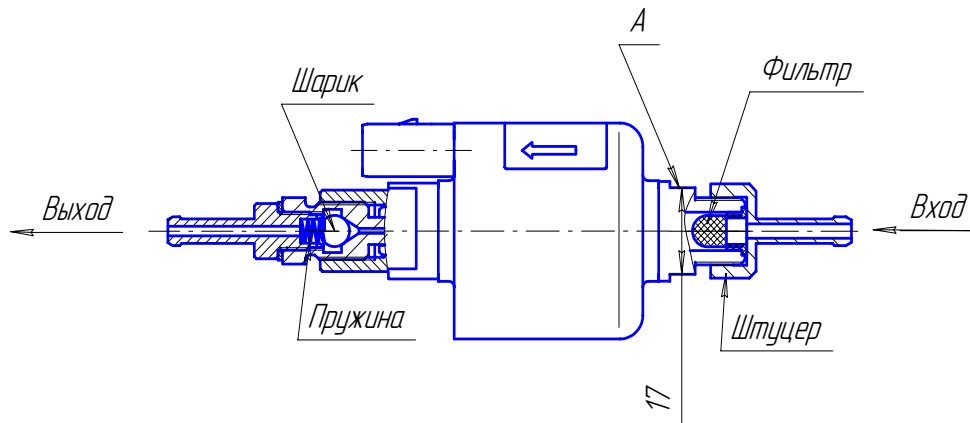

Рис.10.1 – Топливный насос
- 1) демонтировать топливный насос с автомобиля. Зафиксировав ключом (ключ на 17 мм) от поворота за поверхность А, отвернуть штуцер и снять фильтр (см. рис.10.1, запрещается фиксация топливного насоса за другие поверхности при отворачивании и наворачивании штуцера);